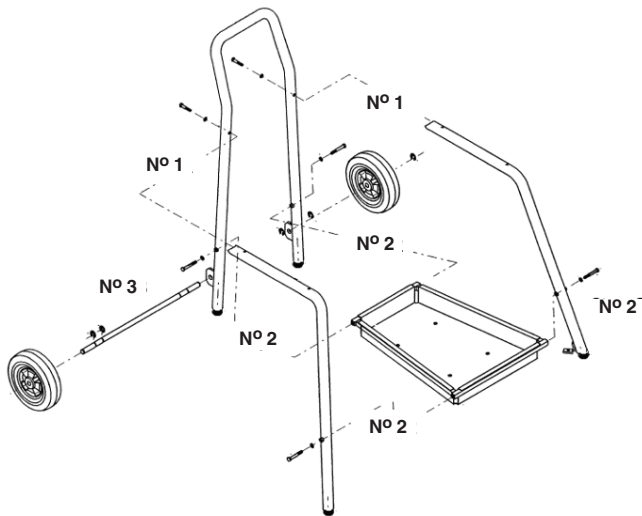

Figure 4 – Assemblage du chariot
2. Montez le bac à outils sur les jambes arrière et avant du chariot à l'aide des quatre (4) vis 6-pans de  $\frac{3}{8}$ " – 16 x 2 $\frac{3}{4}$ " et des rondelles fendues fournies. Ne pas serrer les vis.
3. Introduisez l'axe à travers les pattes saillant de l'arrière de l'arceau du chariot et retenez-le en position avec les quatre (4) circlips fournis. *Se reporter à la Figure 4.*